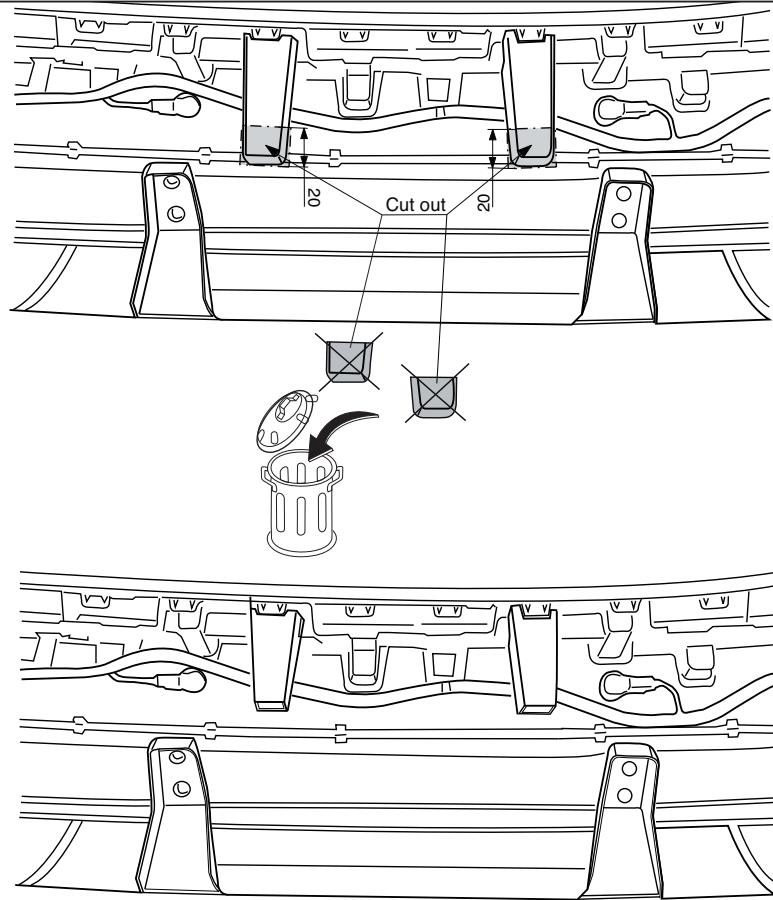

Fig.3
10. Вырезать указанные части из внутренней арматуры бампера, как указано на рис. 3.